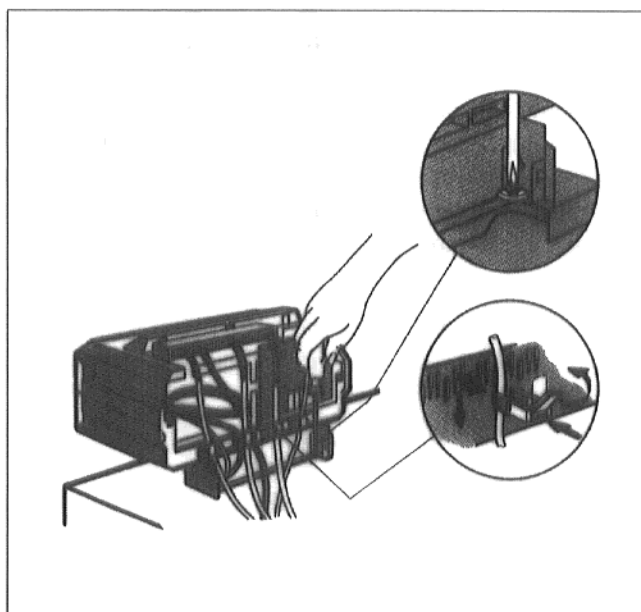

Fig. 16 : Principe
- Visser à l'aide des 2 vis Parker le socle de l'appareil de régulation, à droite et à gauche, à l'intérieur du passage des câbles, sur la jaquette avant de la chaudière (Fig 16)
- Fixer tous les câbles à l'aide de serre-câbles : enfoncer le serre-câble muni du câble dans le haut des fentes du cadre de fixation des serre-câbles ; la nervure du levier doit être dirigée vers le haut. Pousser le serre-câble vers le bas et l'enfoncer. Rabattre le levier vers le haut (Fig. 16)